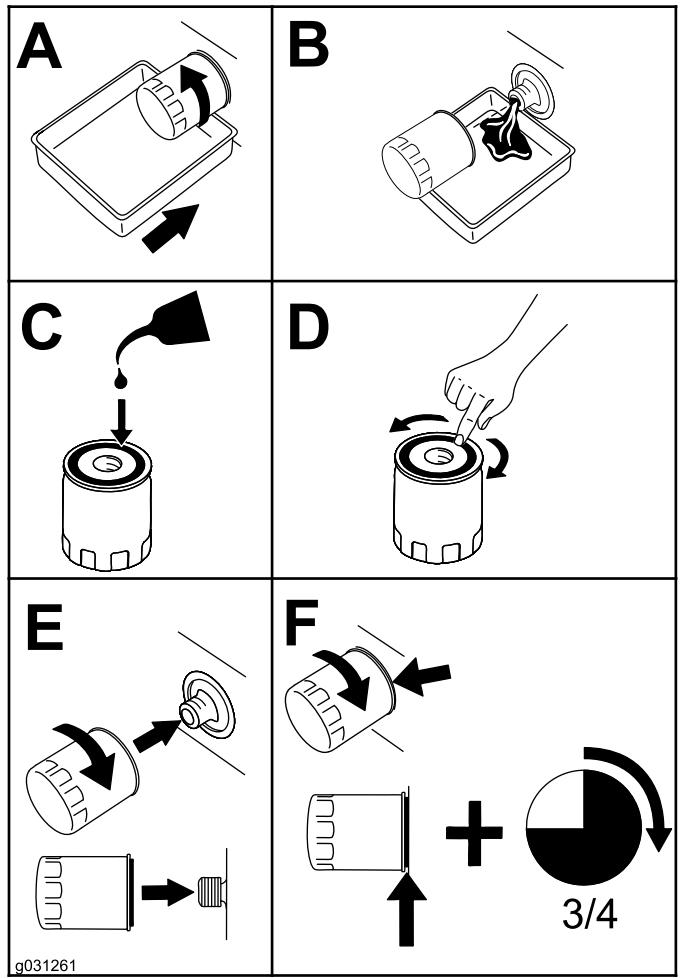

Figura 84
- Cambiate il filtro dell'olio del motore (Figura 84).